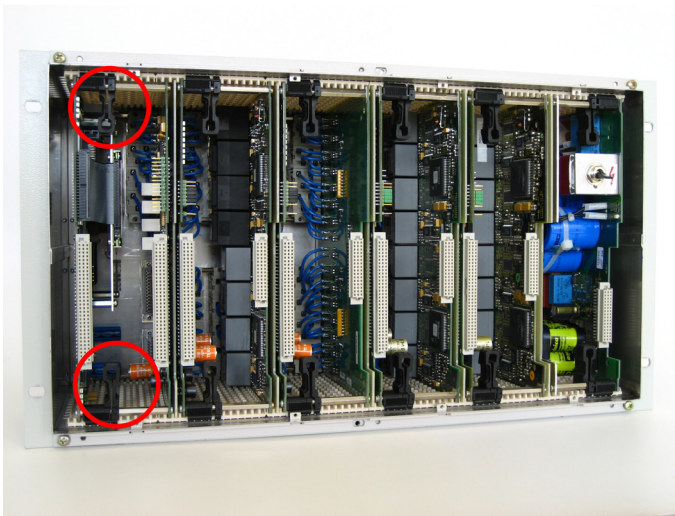

Bild 3-7 Entriegelung der CPU-Baugruppe (Ansicht mit 2,5"-Flash Disk auf der CPU-Baugruppe)
- Lösen Sie die CPU-Baugruppe aus der Steckverbindung, indem Sie die schwarzen Verriegelungshebel so weit nach rechts drücken, bis die Hebel aus der Platine austrasten. Kippen Sie beide Verriegelungshebel gleichzeitig nach vorn (ca. 45°), bis diese in der zweiten Stellung auf der Platine einrasten (siehe Bild 3-7).